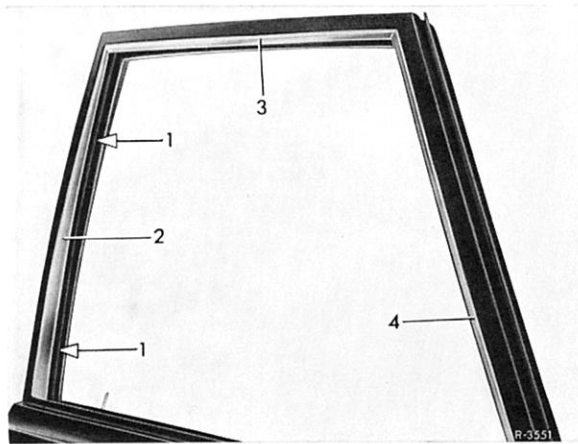

Bild 72-15/1
- 3 Schrauben (1) herausnehmen und Zierstab (2) abnehmen (Bild 72-15/1).